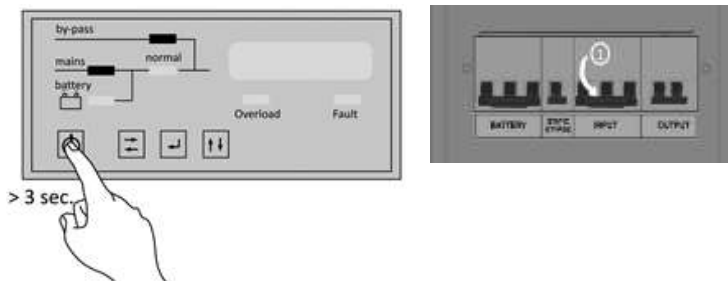

Figure 3.21
3. Appuyez et maintenez enfoncé le bouton ON/OFF jusqu'à l'arrêt de l'alarme sonore. L'écran s'éteint totalement, coupez le disjoncteur 'INPUT' (figure 3.21).